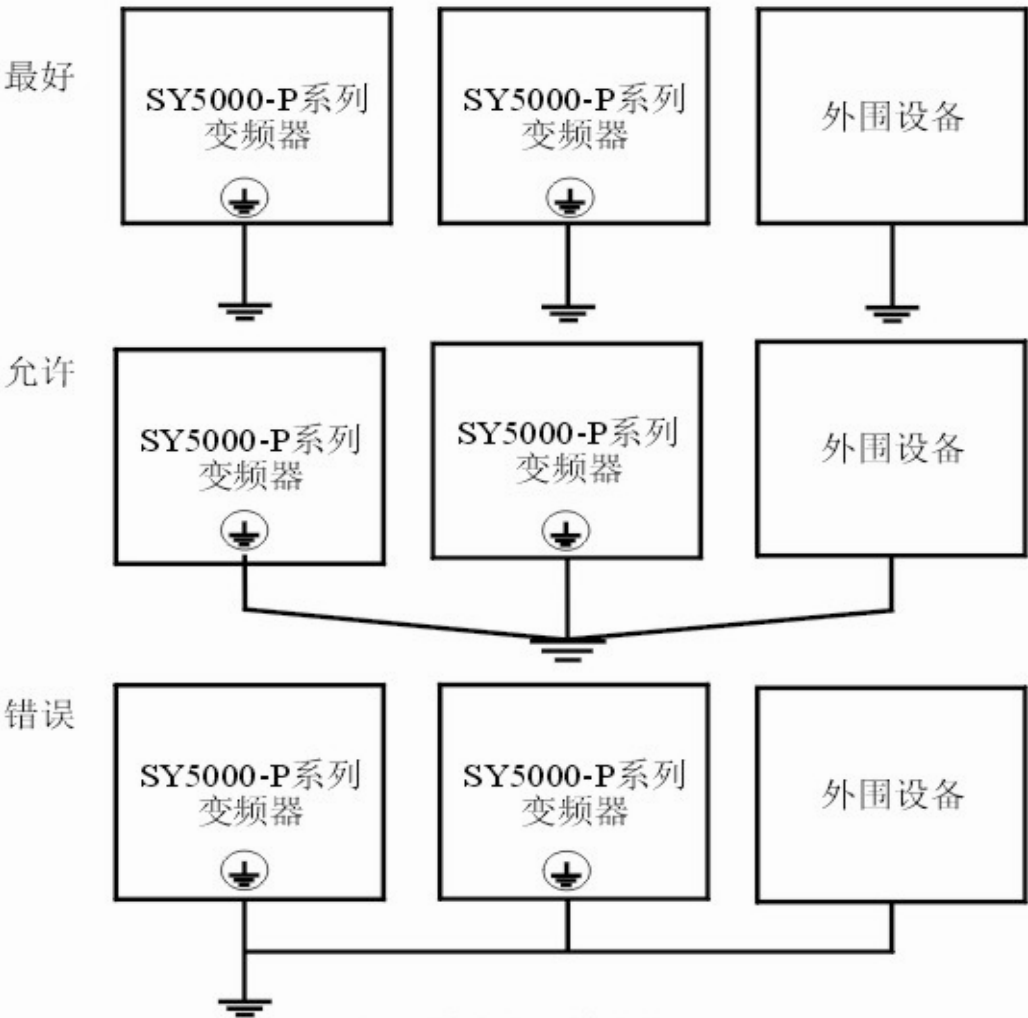

图3-5 接地线连接方法
- ② 接地线切勿与焊接机或动力设备共用。
- ③ 接地线请按电气设备技术标准所规定的导线线径规格，并与接地点尽可能短。
- ④ 同时使用两台以上变频器的场合，请勿将接地线形成回路。正确接地方法与错误接地方法如图3-5所示。